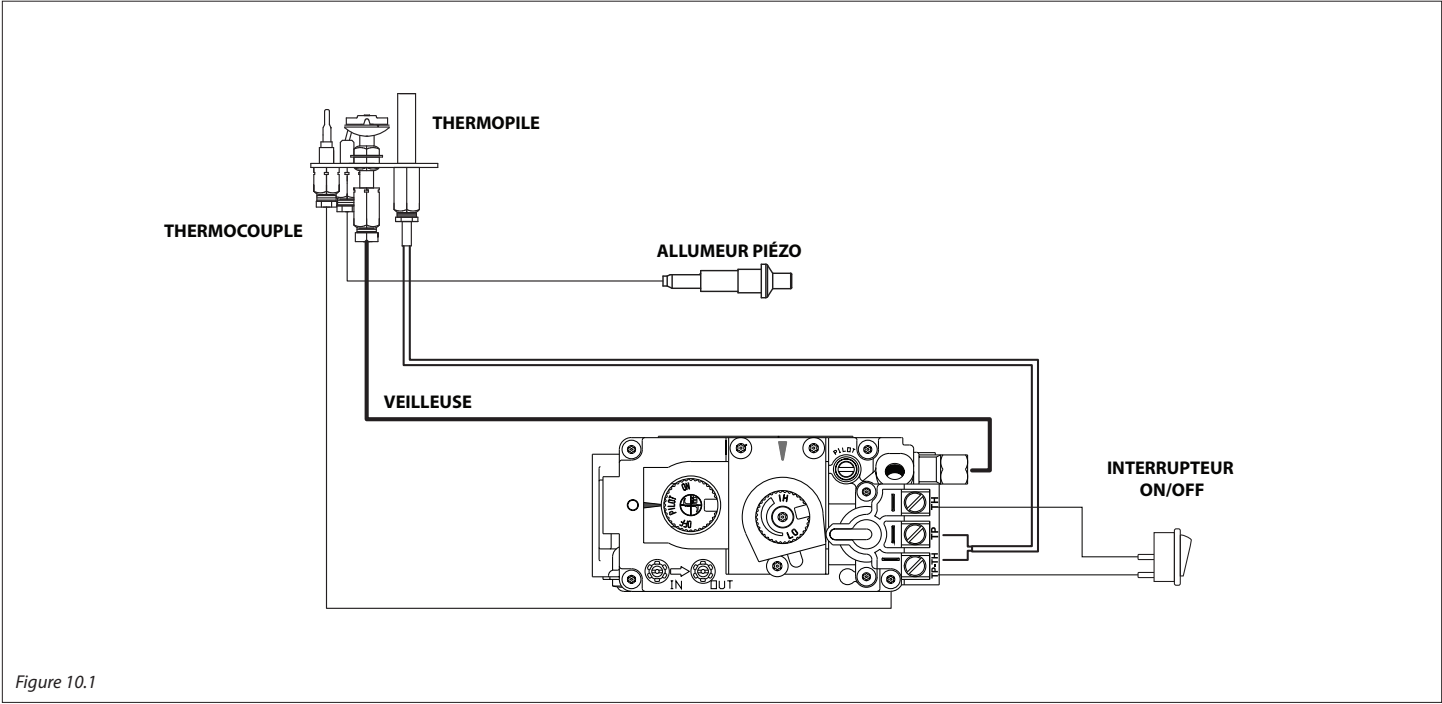

Figure 10.1
- Facultatif : Il est possible de désactiver l'interrupteur ON/OFF qui allume/éteint le brûleur, en déconnectant les fils (de l'interrupteur ON/OFF) qui sont connectés à l'arrière de la valve de gaz (Figure 10.1).